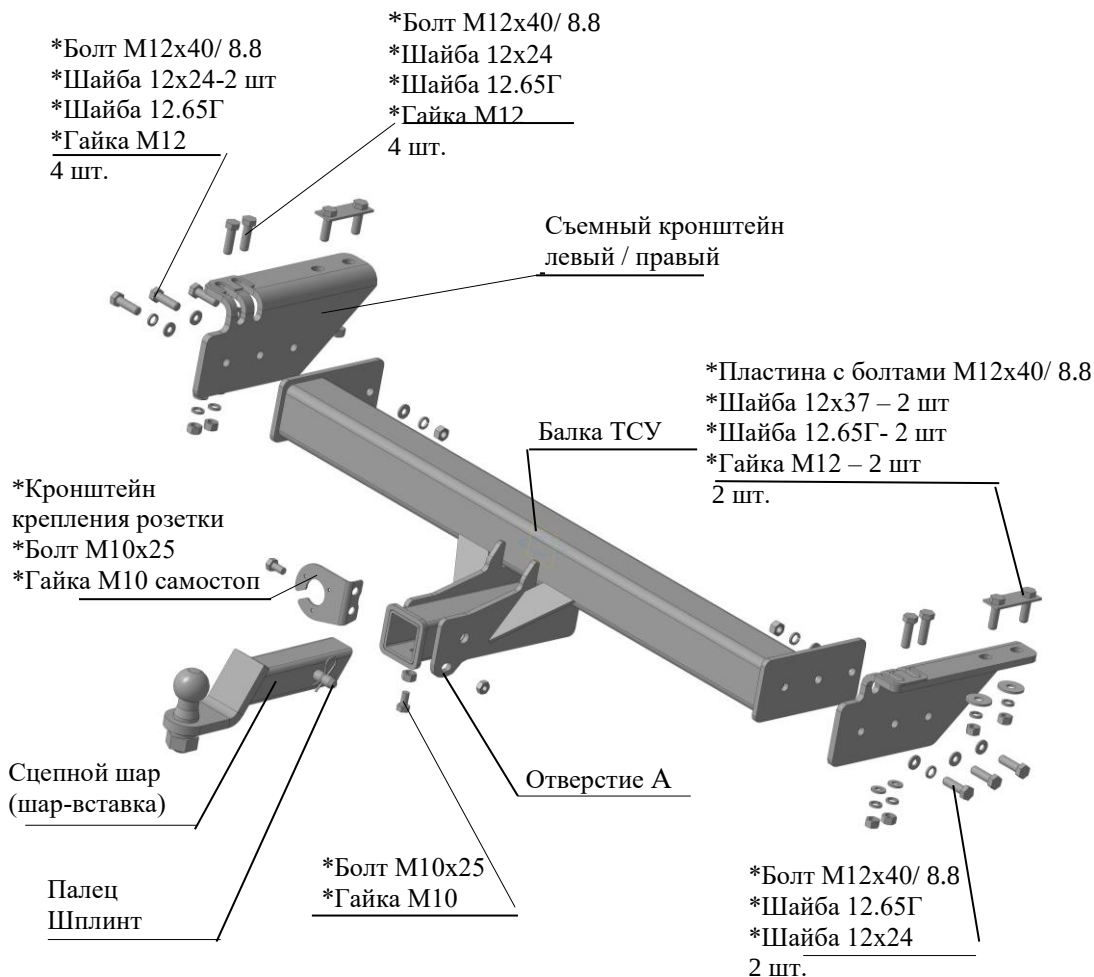

Рис.1 Тягово-сцепное устройство ТСУ 7861.
2.1 ТСУ 7861 в сборе (рис.1)	1 шт.
2.2 Пакет с комплектующими (см. рис.1)	1 шт.
4.2 Вставить две пары болтов М12х40 в задние отверстия в лонжеронах. Закрепить съемные кронштейны ТСУ (левый и правый соответственно) к нижним полкам лонжеронов вставленными болтами и крепежом соответственно рис.1. Крепеж не затягивать.
4.3 Вставить в лонжероны пластины с болтами М12х40, закрепив кронштейны за передние отверстия в лонжеронах крепежом соответственно рис.1
4.4 Установить балку ТСУ к боковым съемным кронштейнам и закрепить болтами М12х40 и крепежом соответственно рис.1. Крепеж не затягивать.